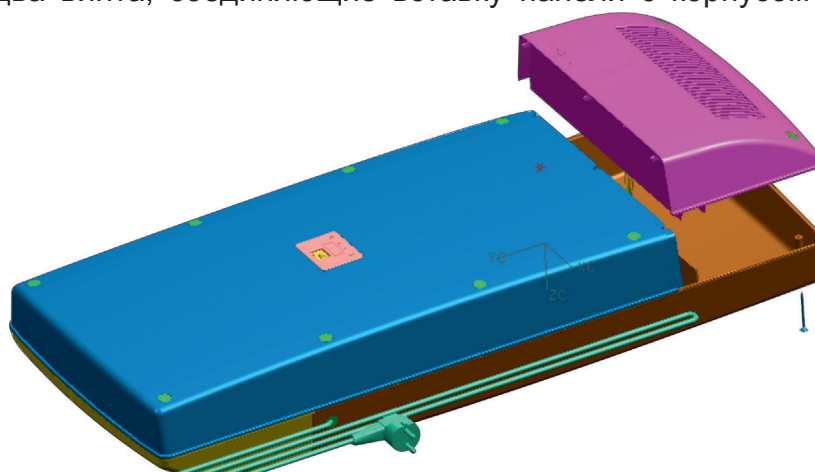

Рис. 8
- вывернуть два винта соединяющие вставку панели с корпусом рециркулятора (рис.8).
- снять панель вентиляторов (рис.8а);
- ввернуть два винта, соединяющие вставку панели с корпусом рециркулятора (рис.8)
Рис. 8а